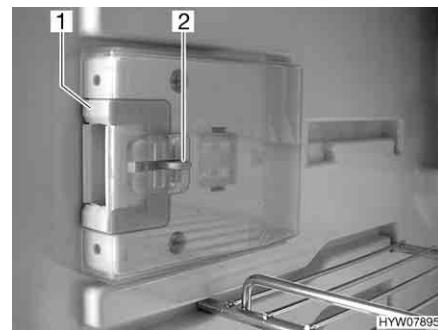
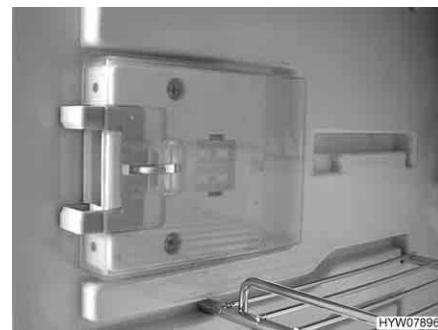

Fig. 145 Dispositivo di chiusura in posizione normale
Fig. 146 Dispositivo di chiusura in posizione di ricircolo d'aria
- Premere il dispositivo di sblocco (Fig. 145,2).
- Spingere il dispositivo di chiusura (Fig. 145,1) in avanti (Fig. 146).